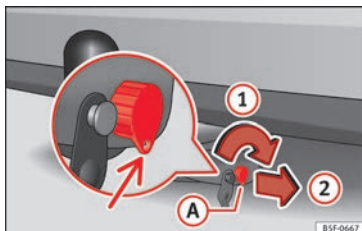
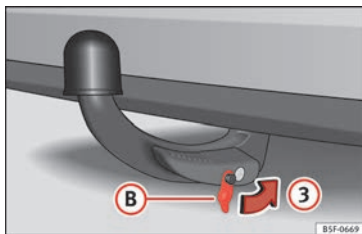

Fig. 225 Bloquear cerradura
Fig. 226 Colocar la tapa sobre la cerradura
- Gire la llave (A) en el sentido de la flecha (1) hasta que la parte agujereada de la llave llegue a su posición inferior » fig. 225.
- Extraiga la llave en el sentido de la flecha (2).
- Coloque la tapa (B) en la cerradura en el sentido de la flecha (3) » fig. 226 » !.